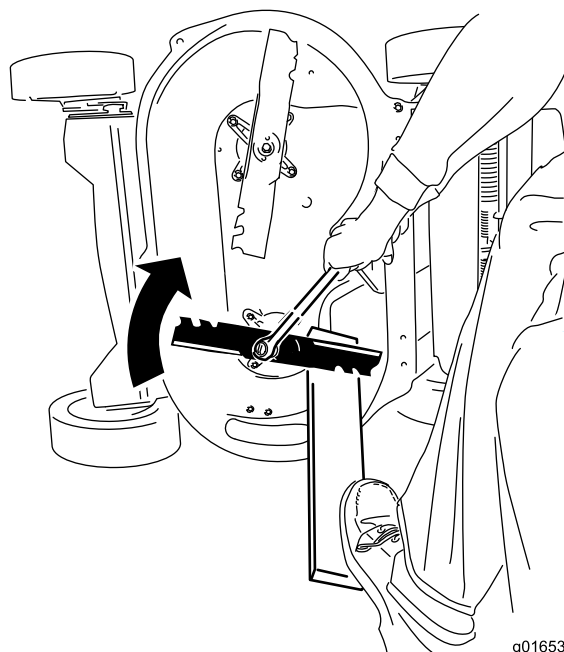

Figura 38
2. Apoye cada cuchilla en un trozo de madera, y gire el perno de la cuchilla en el sentido de las agujas del reloj con una llave dinamométrica, según se muestra en Figura 38; apriete el perno de cada cuchilla a 82 Nm (60 pies-libra).